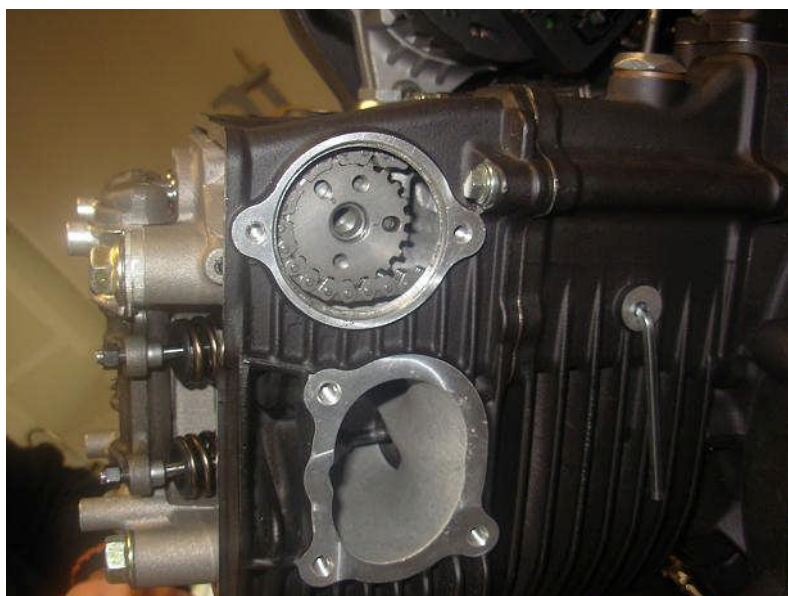

Fig. 4
- 6) Retirar el destornillador largo sin sacar el pasador del orificio (fig. 4) **(en circulación y en stock)**